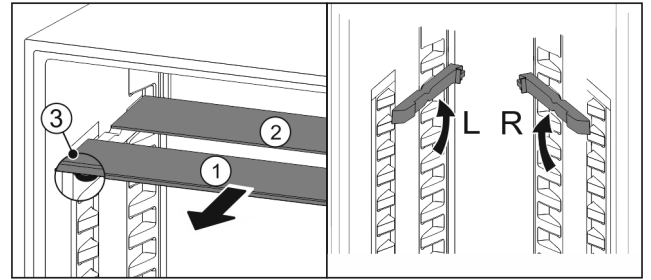

Fig. 57
- ▶ Izvucite Fig. 57 (1) staklene ploče jednu po jednu prema naprijed.
- ▷ Staklena ploča Fig. 57 (1) s ukrasnom letvicom nalazi se sprijeda.
- ▷ Zaustavljači Fig. 57 (3) su usmjereni prema dolje.